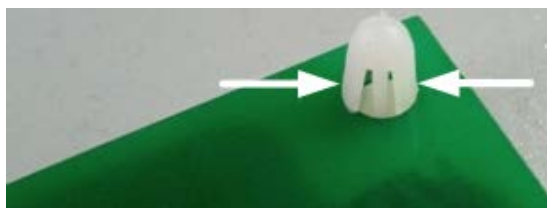

Рис. 7
14. При помощи пинцета или плоскогубцев (пассатижей), не прикладывая больших усилий, сдавить фиксатор стойки (см. рис. 7) и приподнять соответствующий угол платы релейной контроллера. Вышеописанную процедуру выполнить для всех четырех стоек и демонтировать плату релейную контроллера. Если при демонтаже платы релейной контроллера стойки повредились – их необходимо заменить новыми (из комплекта поставки).